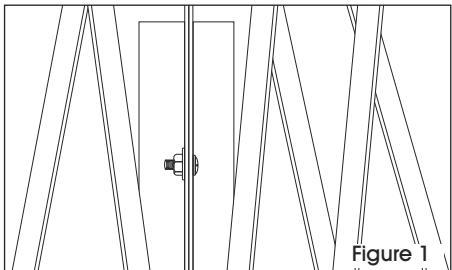

Figure 1
- Bolt both sides of gate together at the top, middle and bottom by using the carriage bolts, washers and small nuts. (See Figure 1)
1. Boulonnez ensemble le haut, le milieu et le bas des deux côtés de la barrière avec les boulons de carrosserie, les rondelles et les petits écrous. (Voir Figure 1)